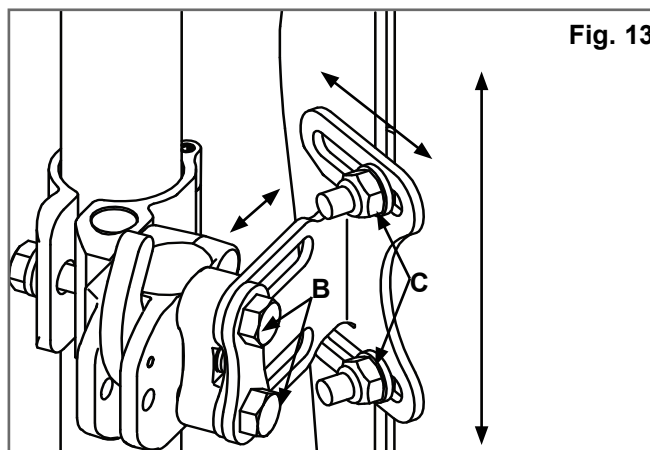

Fig. 13
- Juster ryglænet til den ønskede position, (Fig.13), dybde, hældning og højde, og stram derefter med hånden skruer (B) og møtrikker (C).